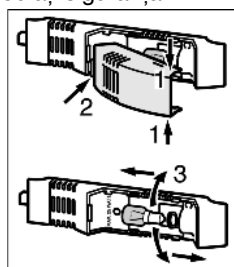

Fig. 17
- ▶ Apucați capacul becului sus și jos Fig. 17 (1).
- ▶ Decuplați și desprindeți capacul becului în partea din spate Fig. 17 (2).
- ▶ Înlocuiți lampa Fig. 17 (3).